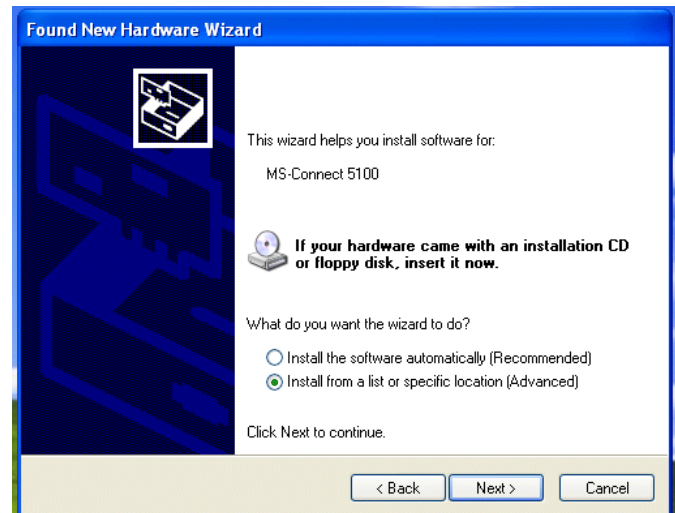

FIG.14: Caricamento del software da un percorso specifico
3. Verrà visualizzata la FIG.14. Inserire il CD nell'unità CD-ROM del PC. Selezionare "Install the software from a list or specific location", quindi fare clic su Next. Il percorso del programma è C:\Program Files\Graco\GracoConfig\Device.